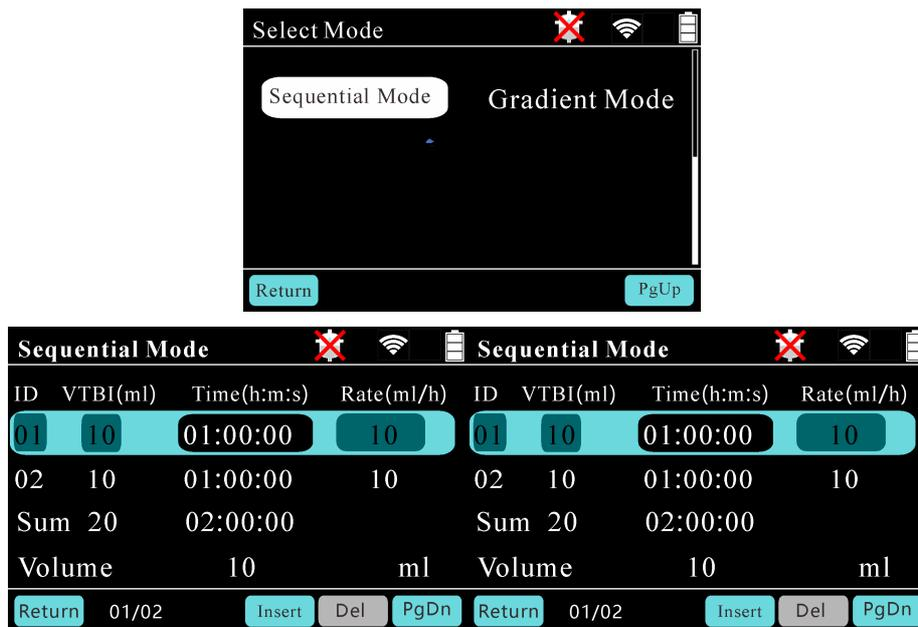

Fig. 5-7 Ambiente no modo sequencial
- Na interface de modo sequencial mostrado na Fig. 5-7, prima < ou > botão para selecionar a opção VTBI; pressione OK botão para colocar parâmetro VTBI no estado configuração; em seguida, aperte Cima ^, Baixa v, Esquerda < e Direita > botões para definir o parâmetro e pressione OK botão para confirmar.